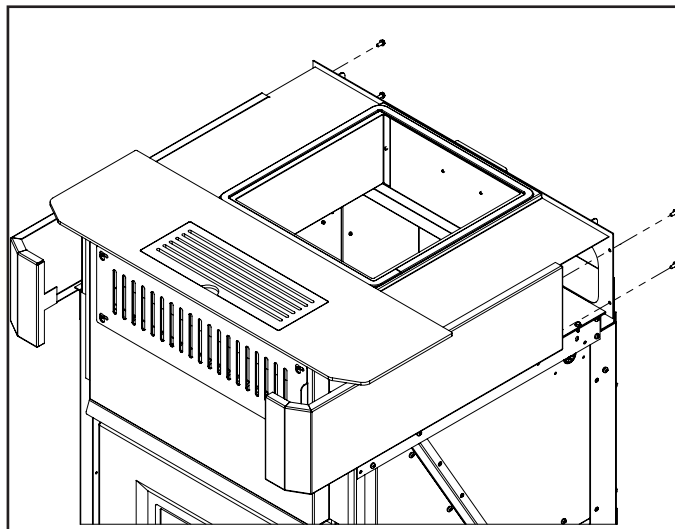

Figure 15: Installation d'extension de côtés
14. Sécurisez les extensions de côtés à la plaque arrière avec 2 vis à métal #8 de chaque côté. (Figure 15)